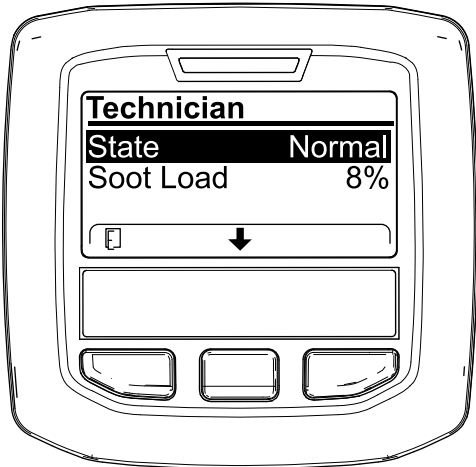

Bild 72
- Lesen Sie in der Tabelle für den Dieselpartikelfilter-Betrieb den aktuellen Zustand des Dieselpartikelfilter-Betriebs nach (Bild 72).